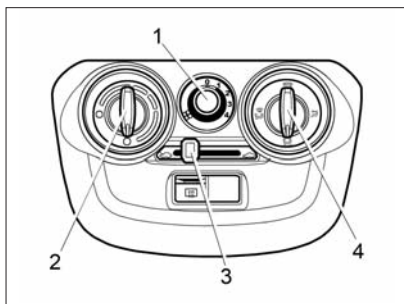
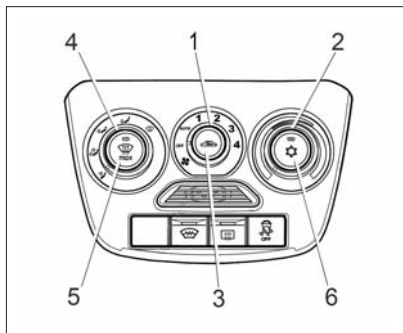

Рис. 41. Блок управления системой вентиляции и отопления
Рис. 43. Блок управления климатической системой (в варианном исполнении)
Отопительно-вентиляционная установка автомобиля предназначена для создания в салоне комфортной температуры воздуха, значение которой регулируется блоком управления системой вентиляции и отопления (рис. 41). Однако она не может обеспечить в салоне температуру ниже, чем имеет наружный воздух.
- **рукоятку 2** (см. рис. 41) повернуть по часовой стрелке в крайнее правое положение до упора (синяя точка на блоке управления), а **в варианном исполнении (см. рис. 43)** повернуть против часовой стрелки в крайнее левое положение синей зоны;
- **рукоятку 1** (см. рис. 41) переключателя режимов работы элект-
- **рукоятку 2** (см. рис. 41) повернуть против часовой стрелки в крайнее левое положение до упора (красная точка на блоке управления), а **в вариантном исполнении (см. рис. 43)** повернуть по часовой стрелке в крайнее правое положение красной зоны;
- **рукоятку 1** (см. рис. 41) переключателя режимов работы вентилятора поставить на скорость в зависимости от степени запотевания стекол.
- **рукоятку 4** (см. рис. 41) установить в положение ;
- **рукоятку 1** (см. рис. 41) переключателя режимов работы вентилятора отопителя поставить на максимальную скорость подачи воздуха в салон.
- **рукоятку 2** (см. рис. 41) повернуть против часовой стрелки в крайнее левое положение до упора (красная точка на блоке управления), а **в вариантном исполнении (см. рис. 43)** по часовой стрелке в крайнее правое положение красной зоны;
исполнении (см. рис. 43) режим рециркуляции включается и выключается кнопкой 3.
После мойки автомобиля в холодное время года при температуре окружающего воздуха ниже 0°C рекомендуется включать вентилятор системы вентиляции и отопления салона переключателем 1 (см. рис. 41 и 43) на 3-4 скорость на время около 2-3 минут.
В вариантном исполнении автомобиль комплектуется климатической установкой (рис. 43). Кли-
Несмотря на то, что внешний вид и расположение органов управления климатической установкой отличаются от органов управления системой вентиляции и отопления (см. рис. 41), логика и алгоритмы управления, описанные выше для системы вентиляции и отопления, верны и для климатической установки. Кроме того, климатическая система позволяет обеспечивать охлаждение воздуха, подаваемого в салон автомобиля, автоматический режим поддержания заданной температуры воздуха в салоне и автоматический режим очистки ветрового стекла.
2. Включите вентилятор, установив **рукоятку 1** (рис. 43) в одно из положений «1», «2», «3», «4» или «AUTO».
4. Включите максимальную скорость вентилятора климатической установки, установив **рукоятку 1** (см. рис. 43) в положение «4».
С помощью **рукоятки 2** (см. рис. 43) можно установить желаемую температуру воздуха в салоне. Климатическая система будет автоматически поддерживать установленную температуру воздуха в салоне в пределах производительности климатической установки и установленного допуска. Для наиболее эффективной работы в автоматическом режиме поддержания заданной температуры **рукоятка 1** управления вентилятором климатической системы должна быть включена в положение «АUTO» (для автоматического управления скоростью подачи воздуха).
При повторном нажатии **кнопки 5** (см. рис. 43) с символом  автоматический режим очистки ветрового стекла выключится и климатическая система вернется в исходное состояние.